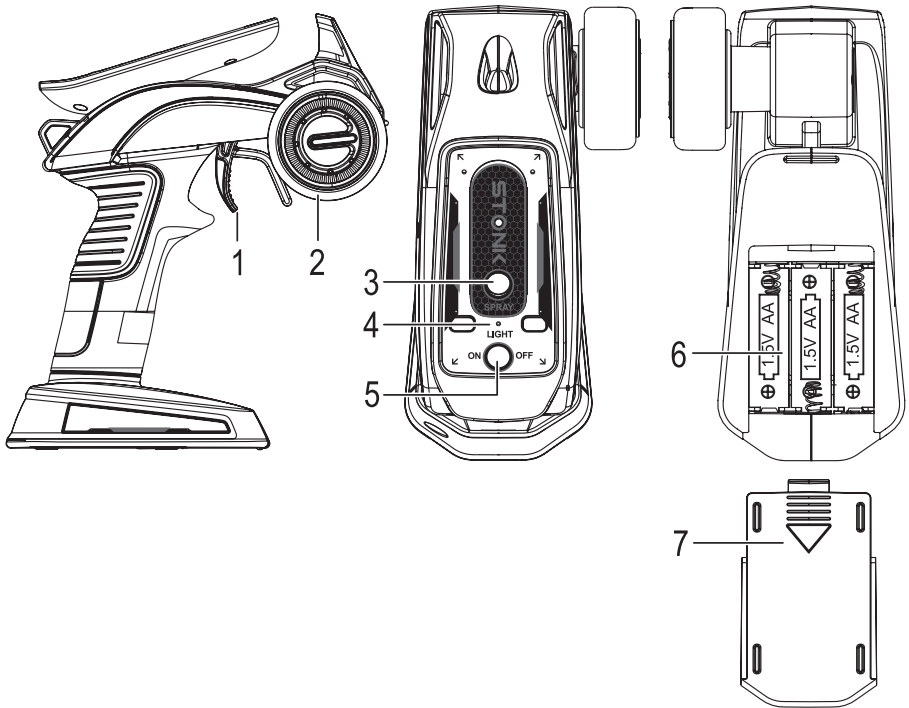

Figure 1
- Maintenez le bouton marche/arrêt (figure 1, pos. 5) enfoncé pendant environ une demi-seconde, jusqu'à ce que la LED « Power » (figure 1, pos. 4) s'allume. Relâchez le bouton marche/arrêt, la LED « Power » clignote ensuite. Le véhicule peut ensuite être mis en marche. Lorsque l'émetteur se connecte au récepteur dans le véhicule, la LED s'allume en rouge de manière permanente. Le véhicule réagit maintenant aux commandes de l'émetteur.
- Éteignez maintenant l'émetteur, appuyez sur le bouton marche/arrêt (voir figure 1, pos. 5) pendant environ une demi-seconde. La LED « Power » de l'émetteur s'éteint.
Le levier d'accélération (figure 1, pos. 1) permet de commander la marche avant/arrière. Si vous tirez le levier d'accélération vers la poignée, le véhicule doit avancer (la vitesse dépend de la position du levier). Si vous éloignez le levier d'accélération de la poignée, le véhicule doit rouler en marche arrière.
Le volant (figure 1, pos. 2) permet de commander le sens de la conduite pendant la marche avant ou arrière. Les chenilles d'entraînement gauche et droite tournent à des vitesses différentes, ce permet au véhicule de se déplacer dans la direction correspondante.
- Allumez l'émetteur (le cas échéant, insérez auparavant 3 piles de type AA/Mignon, voir chapitre 12.1). La LED rouge (figure 1, pos. 4) clignote.